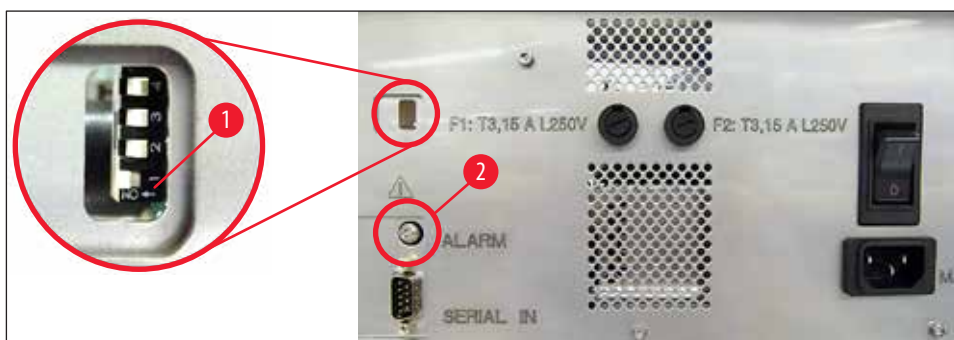

图 44
- » 若要禁用蜂鸣器，将最底端的开关 (→"图 44-1") 推到右侧 (→"图 44")。